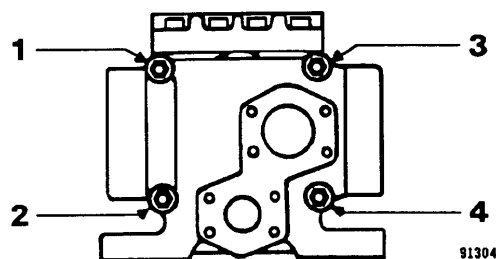

FIGURA 8-4. SECUENCIA DE APRIETE
5. Se debe usar una llave de torque para apretar las tuercas, de acuerdo al patrón que aparece en la Figura 8-4. Los tirantes de acoplamiento deben apretarse en forma pareja con un torque de **105 ft. lbs. (142 N.m)** en la siguiente secuencia: